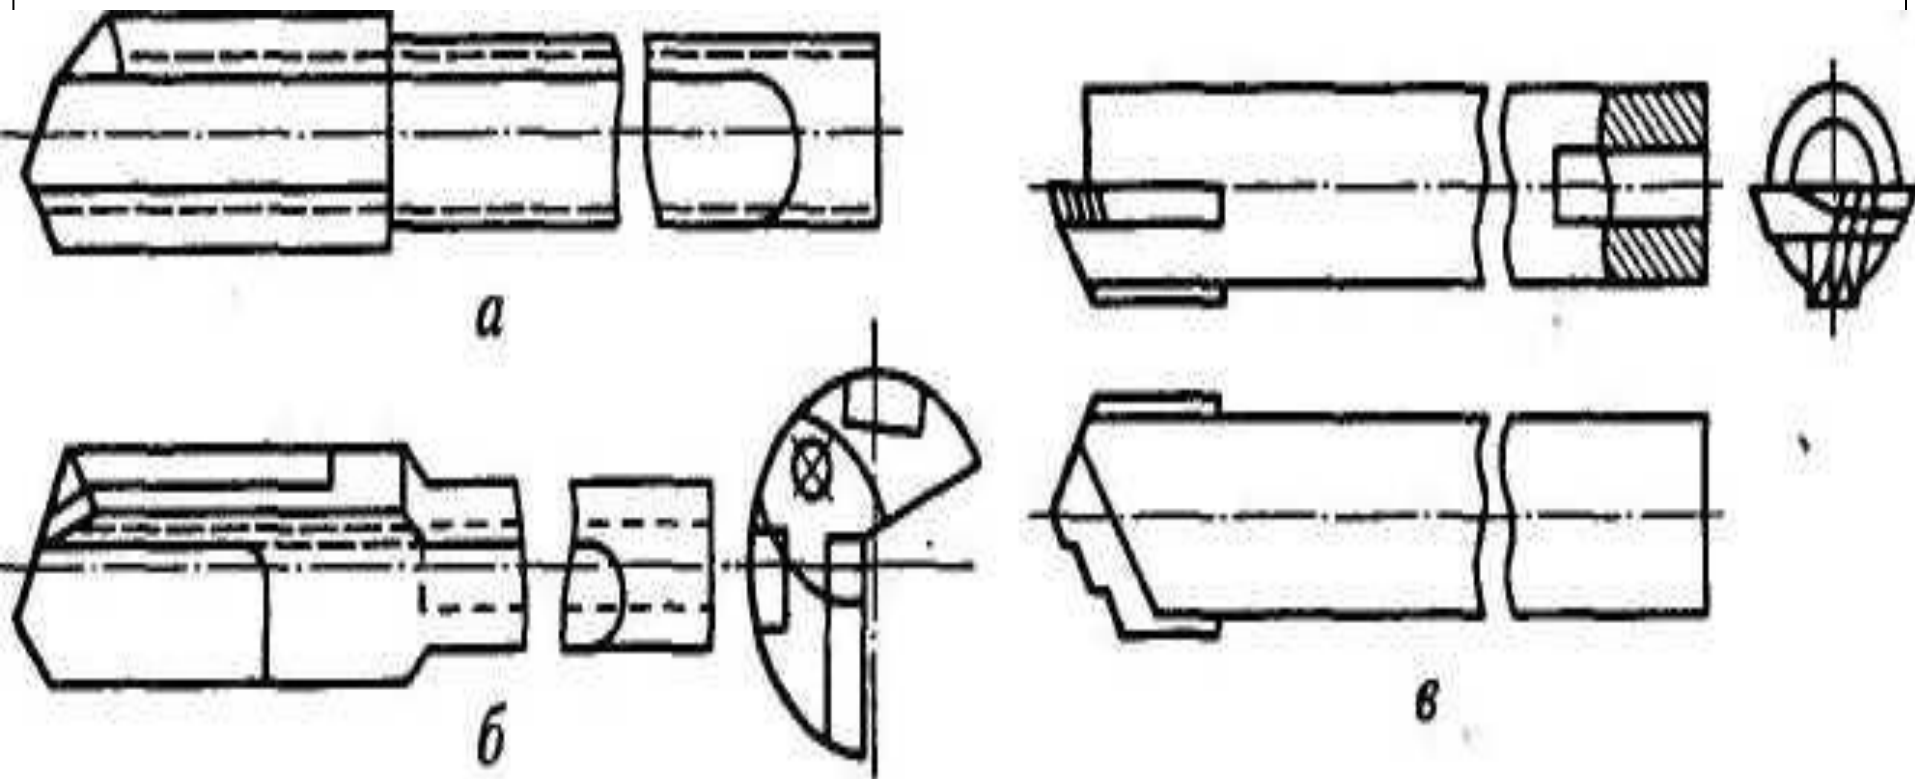

**Рис. 2.3. Перовые сверла: а - с цилиндрическим хвостовиком; б - с коническим хвостовиком; в - с подводом СОЖ**
**Перовые сверла** (рис. 2.3) имеют плоскую рабочую часть и прямые канавки для отвода стружки.